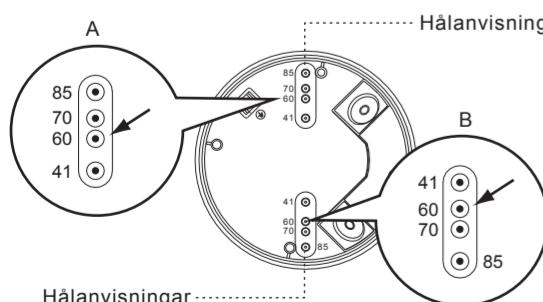

FIG.13-A
4.4.3.1 Det finns 4 par av hålanvisningar på kopplingsdosan med avstånd från 41 mm till 85 mm för olika monteringsställämningar (se FIG.13-A). Välj två likadana värden på båda sidor för rätt monteringsavstånd (se FIG.13-B).